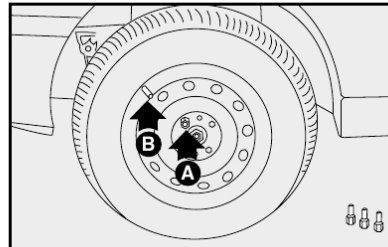

fig. 16
- Atrair apenas um dos parafusos **A-fig. 16**, em correspondência com a válvula de enchimento **B-fig. 16**.